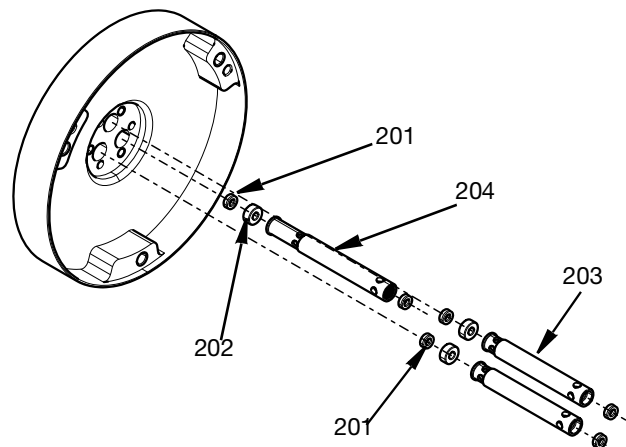

FIG. 26
- Setzen Sie die Distanzstücke (203) für die Einlassdichtung und das Distanzstück (204) für die Rücklaufpackung, die Stangendichtungen (201) und die Stangenlager (202) in das Zentralgehäuse ein. Siehe **Werkzeugsatz für das Einführen und Entfernen der Dichtung, 25T489** Seite 37 zum Einbau von Stangendichtungen. Beachten Sie, dass das längere Distanzstück für die Rücklaufpackung (204) in Kammer III platziert wird, wie auf der Vorderseite des Zentralgehäuses angegeben. Siehe FIG. 26.